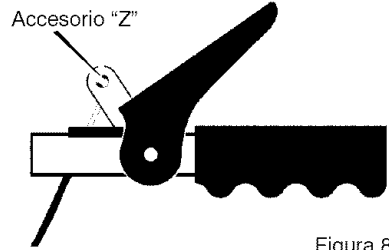

Figura 87
**Para asegurarse de que estén bien ajustados, suelte el accesorio "Z" en la palanca de propulsión (Figura 87).**